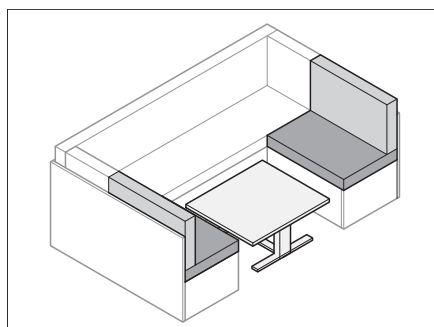

Fig. 68 Trasformare il tavolo
- Trasformare il tavolo (Fig. 68) in struttura di supporto letto (vedi paragrafo 7.7).